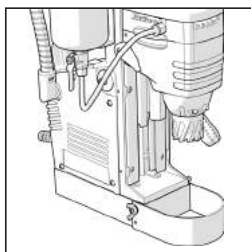

Fig. 2
- Przymocować osłonę, używając dołączonych do zestawu śrub mocujących. **(Rys. 2)**